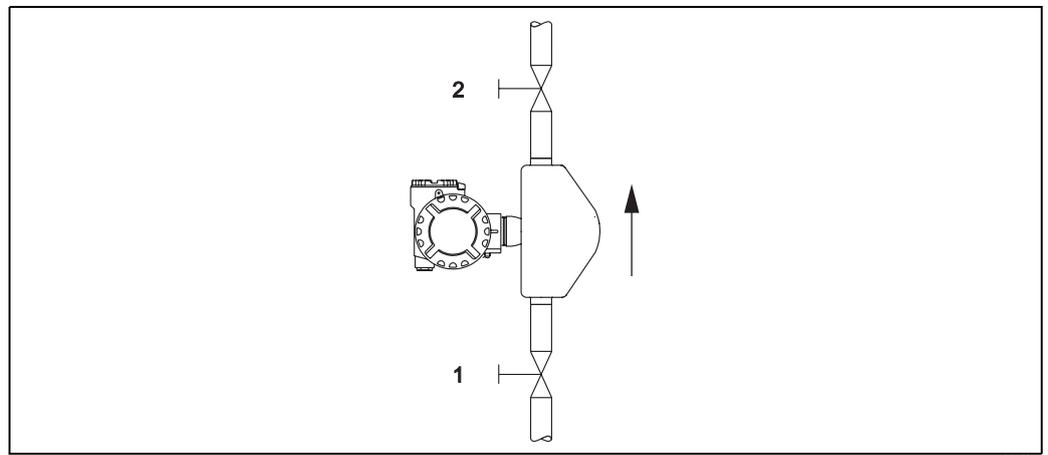

Fig. 15: Etalonnage du zéro et vannes de fermeture (1 + 2)
- L'étalonnage du zéro a lieu avec un débit nul. Pour ce faire on peut prévoir des vannes de fermeture en amont ou en aval du capteur ou utiliser des vannes ou clapets existants . → fig. 15